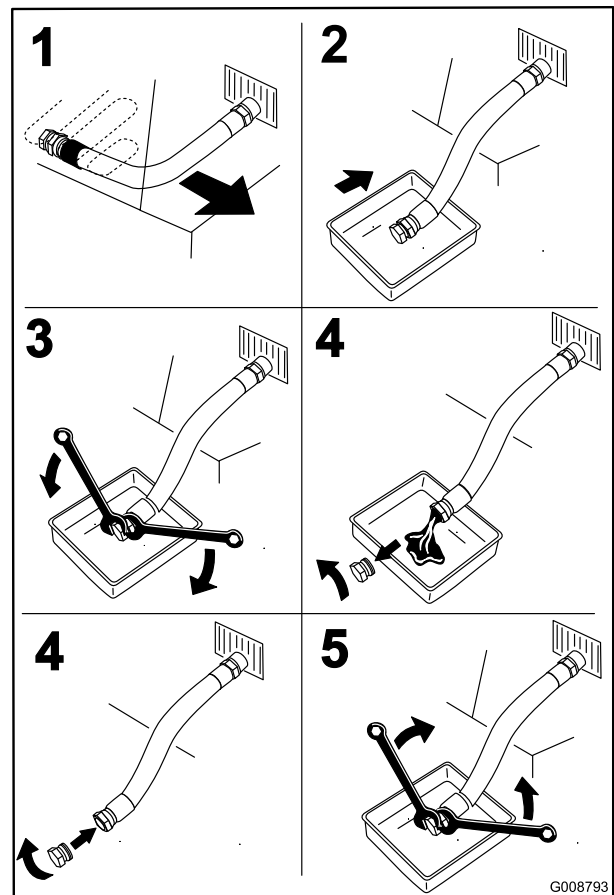

Figura 48
4. Pare el motor, retire la llave y espere a que se detengan todas las piezas en movimiento antes de abandonar el puesto del operador (Figura 48).